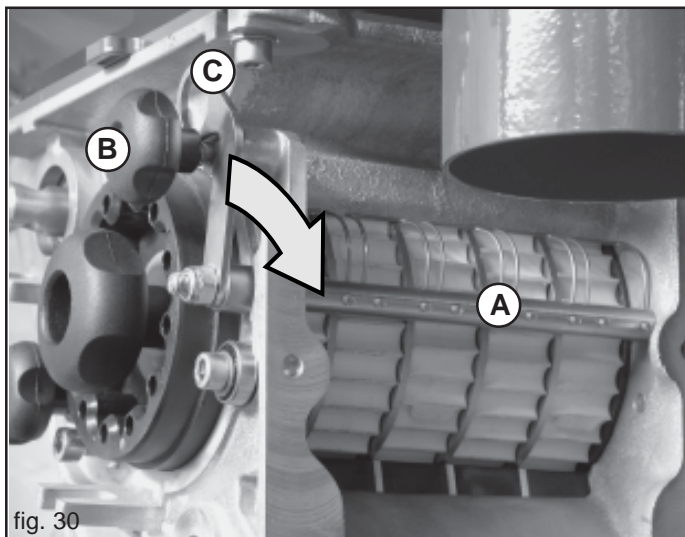

fig. 30
Los elementos limpiadores elásticos (A, Fig. 30) se utilizan durante la distribución de las semillas oleosas por medio del rodillo de siembra amarillo mod. F25-125.
... aflojar el pomo (B, Fig. 30), extraer las palancas (C) del propio asiento en el sentido de la flecha.
- 1) Aflojar y quitar el pomo (B, Fig. 30) y desplazar la palanca (C) en el sentido de la flecha.